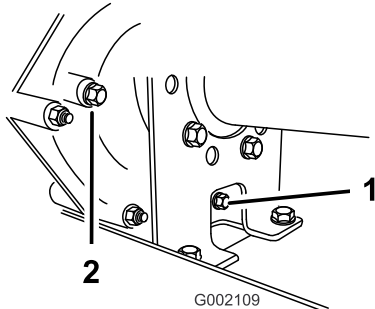
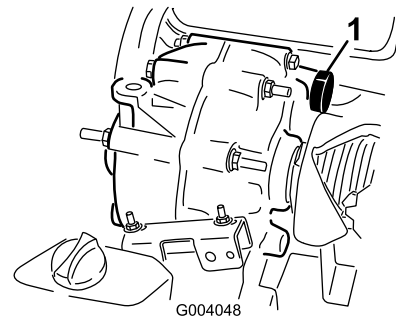

Figura 56
Figura 57
2. Limpe a área em torno dos tampões de enchimento e escoamento com um trapo (Figura 56).
4. Retire o tampão de enchimento rodando-o para a esquerda (Figura 56).
5. Retire o tampão de escoamento rodando-o para a esquerda (Figura 56).
6. Coloque e aperte o tampão de escoamento e a junta no orifício do tampão de escoamento da transmissão (Figura 56).
7. Encha o reservatório (Figura 57) através do orifício do tampão de enchimento com aproximadamente 1,4 litros do óleo especificado ou até o nível de óleo na transmissão estar alinhado com a parte inferior das estrias (Figura 56).
8. Coloque a aperte o tampão de enchimento e a junta no orifício do tampão de enchimento da transmissão (Figura 56).
10. Verifique o nível de óleo e adicione mais óleo, se o nível estiver abaixo das estrias do orifício do tampão de enchimento (Figura 56).